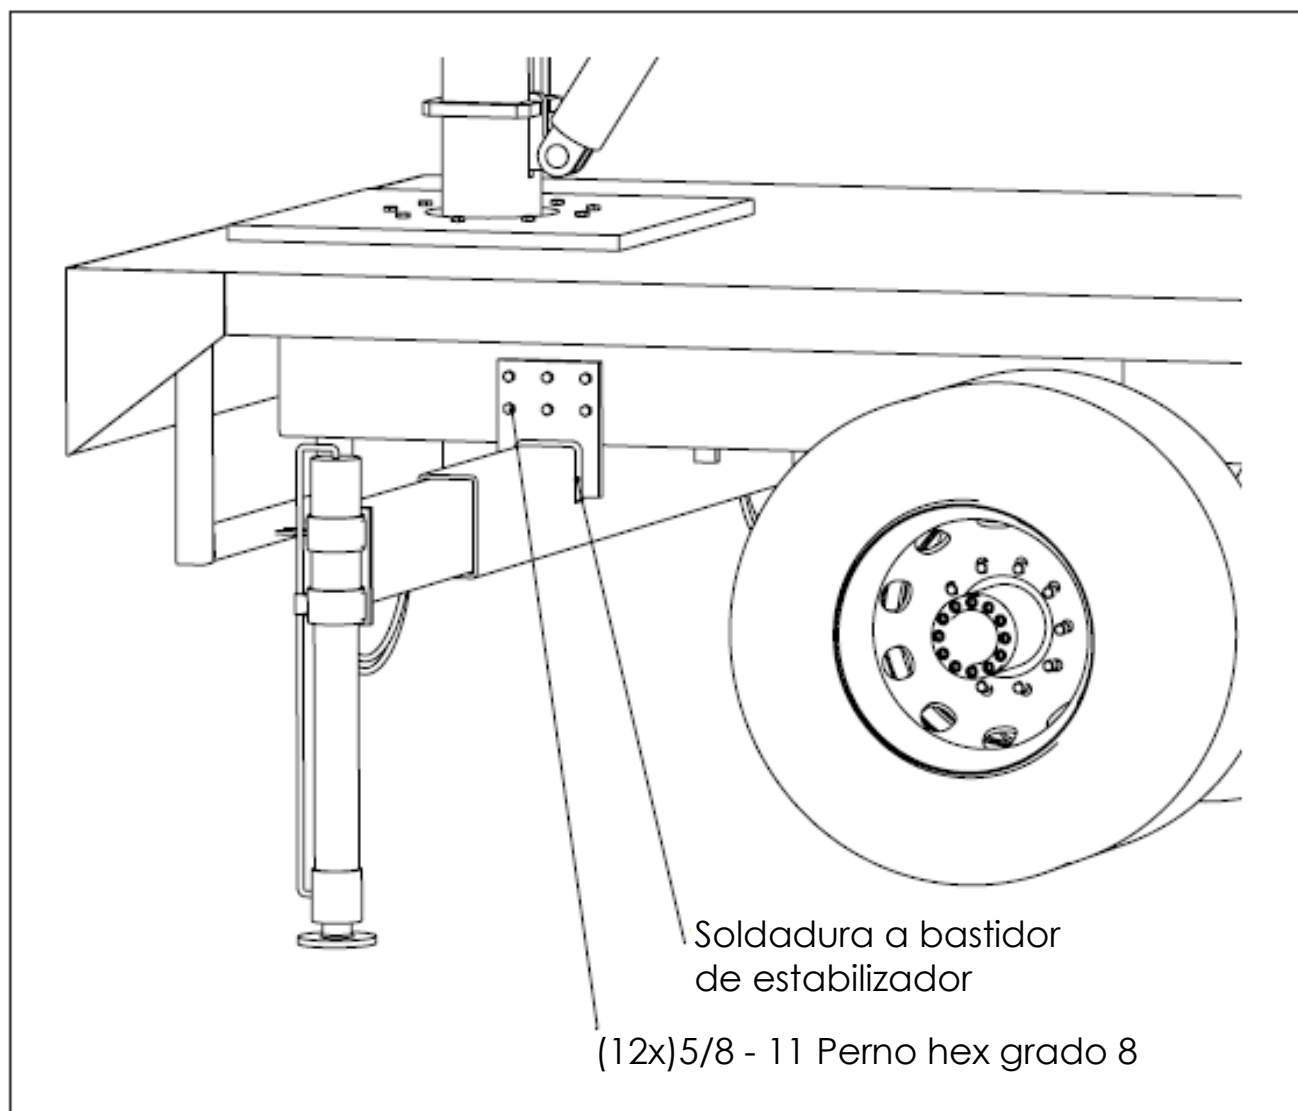

Figura 7-1
(Consulte la Figura 7-1)
- 3.) Bloquee el bastidor del estabilizador con los pasadores vertical y la parte inferior del bastidor aproximadamente doce (12) pulgadas del suelo (esto puede variar dependiendo del tipo de camión). El lado trasero del bastidor debería estar entre 6 y 12 pulgadas por delante del poste de la plataforma giratoria. Ajuste la posición para evitar interferencias con las conexiones al bastidor del chasis. La parte inferior del bastidor debe estar nivelada en todas las direcciones.
- 4.) Suelde el bastidor del estabilizador al bastidor del chasis y al bastidor de la plataforma, si es posible, usando cordones de soldadura completos. Utilice ocho cordones con una garganta mínima de 1/4 pulgadas (consulte la Figura 7-1).